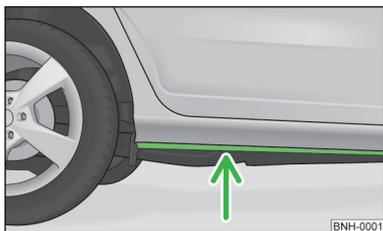

Fig. 94
- Avant de franchir une nappe d'eau, déterminez la profondeur de l'eau. Le niveau de l'eau ne doit pas dépasser le longeron inférieur » fig. 94 ;